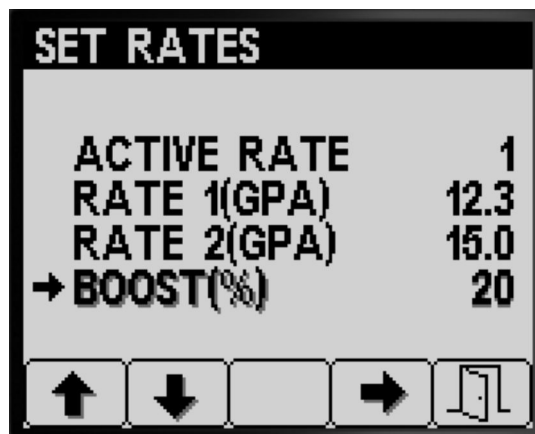

Figure 8
1. Appuyez sur le bouton 1 ou 2 pour naviguer jusqu'à l'option de pourcentage de débit intensif (Figure 8).